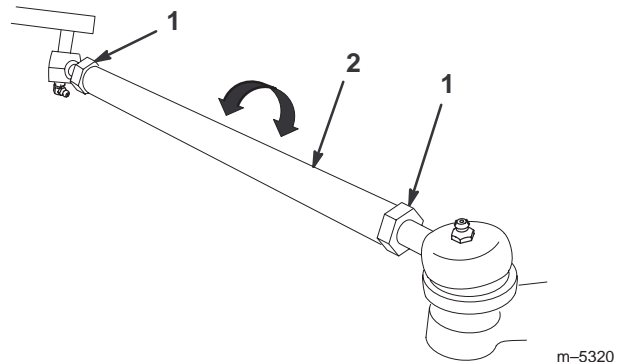

Figure 27
3. Si la valeur obtenue n'est pas comprise dans la plage spécifiée (reportez-vous aux dimensions et aux paramètres mentionnés au début de cette procédure), desserrez les contre-écrous à chaque extrémité des biellettes (Fig. 27).